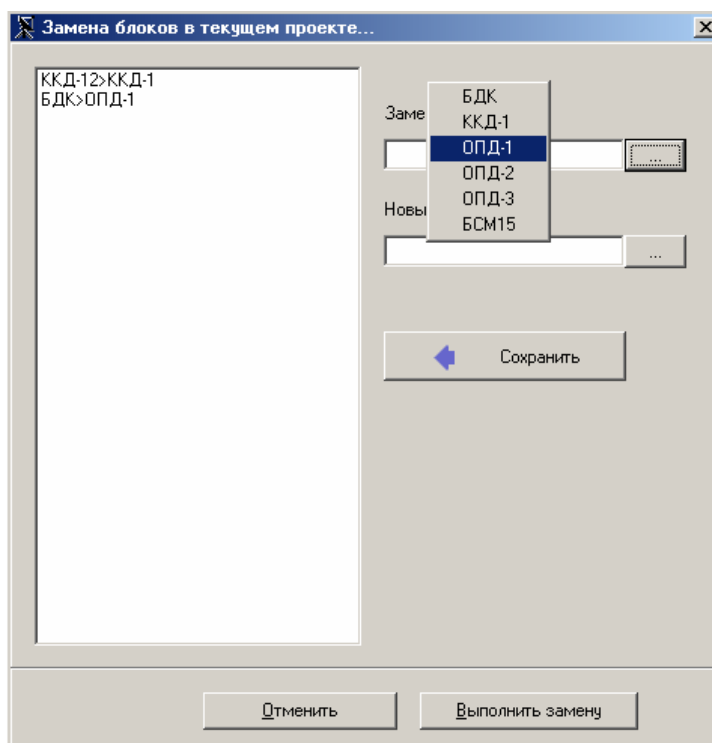

Рисунок 18 – Замена блока
12. Команда **Действие \ Замена блоков** заменяет в таблице луча один тип блока на другой тип для всего луча (рисунок 18). Для замены необходимо ввести в поле **Заменяемые блоки** название блока, подлежащего замене или выбрать блок из списка уже имеющихся, нажав кнопку, расположенную справа. Аналогично ввести в поле **Новые блоки** название блока, на который нужно заменить. Вариант замены можно запомнить и использовать в дальнейшем, для чего выполнить команду **Сохранить**.